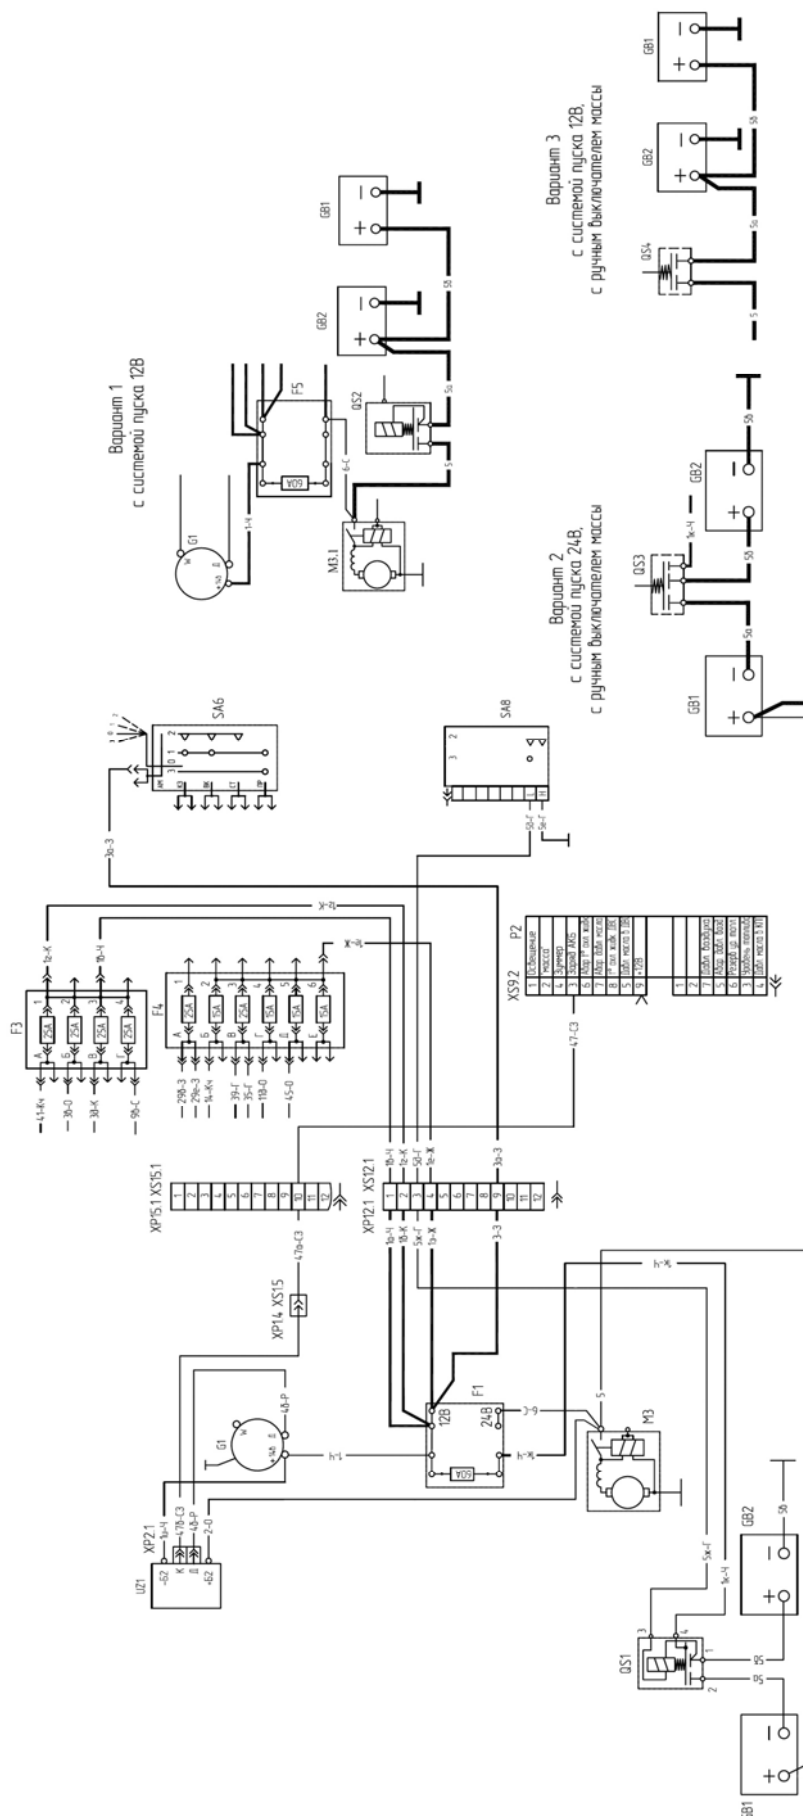

Рис. 12-4 Система электроснабжения
12.4 Возможные неисправности в системе электроснабжения и их устранение (для системы запуска дизеля 24В, на рис. 12-4 основной вариант и вариант 2 для ручного выключателя “массы”)